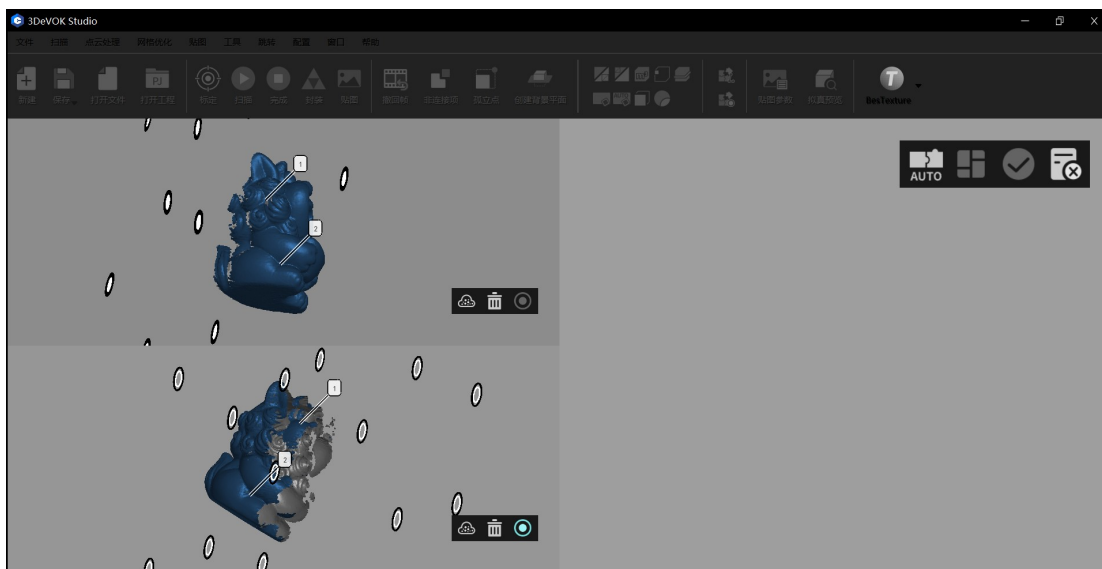

图 9-3 选择模型共同特征点
4. 在 A 和 B 之间分别找到相同的三个或以上点位，如图 9-3 所示；如果不慎错选特征点，可以点击删除按钮，然后再次选择，直到两个模型顺利拼接。